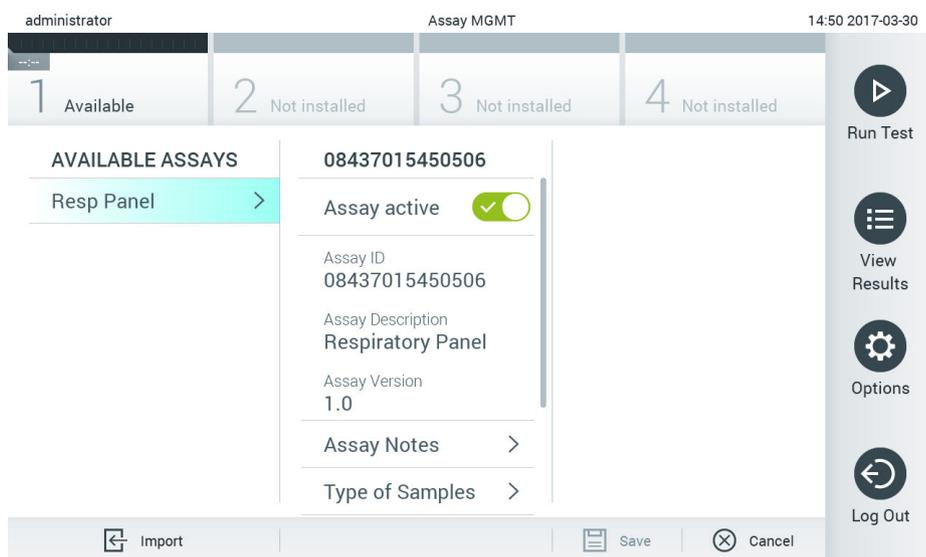

Abbildung 66. Verwaltung verfügbarer Assays.
1. Drücken Sie auf die Schaltfläche Options (Optionen) und dann auf die Schaltfläche Assay Management (Assay-Verwaltung), um den Bildschirm Assay Management (Assay-Verwaltung) aufzurufen. Die verfügbaren Assays sind in der ersten Spalte im Inhaltsbereich aufgelistet (Abbildung 66).